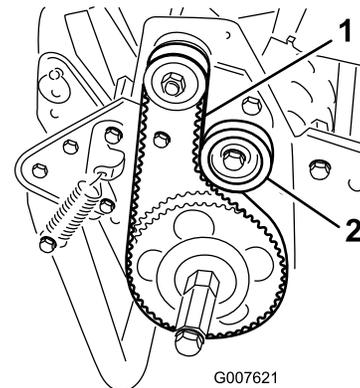

図 41
2. プーリ間の中央部（図 41）でベルトを 18～22 N 程度の力で押して点検する。ベルトのたわみが 6 mm 程度あれば適正とする。
- A. アイドラプーリ固定ナットをゆるめ、プーリをベルトの背に押しつけて、適当な張りを出す（図 41）。